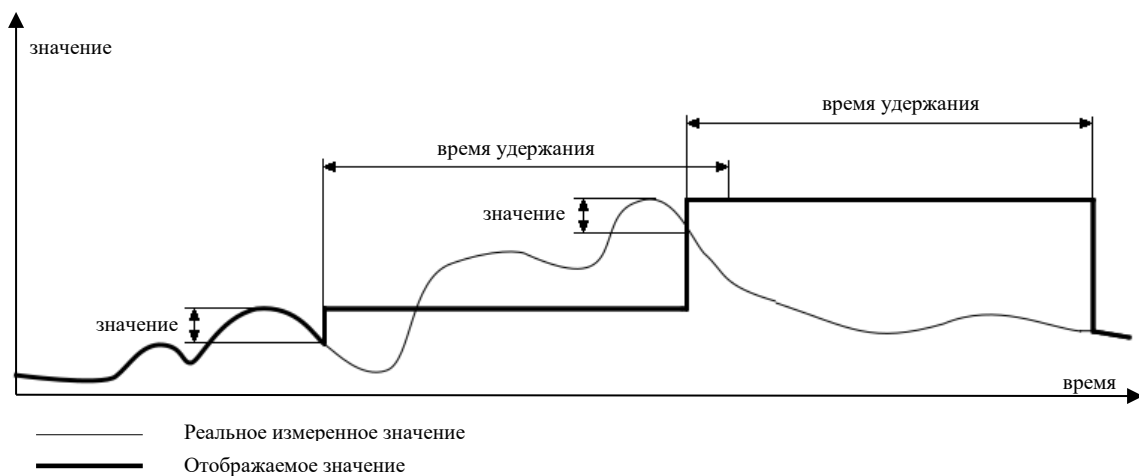

Рисунок 2.52
– **«Пиковый детектор»** – функция, которая позволяет обнаруживать и визуализировать пиковые значения измеряемого сигнала. Обнаружение пиков возможно, если значение измеряемого сигнала увеличивается, а затем уменьшается (или наоборот) на величину, заданную пользователем. После этого зафиксированное пиковое значение может сохраняться в течение установленного пользователем промежутка времени. Если в течение этого времени РМТ 19 обнаруживает новый пик, его значение обновляется, а отсчет времени удержания запускается заново. В случае истечения заданного времени и отсутствия обнаружения нового пика, РМТ 19 переходит к отображению текущего значения измеряемого сигнала (см. рисунок 2.52).